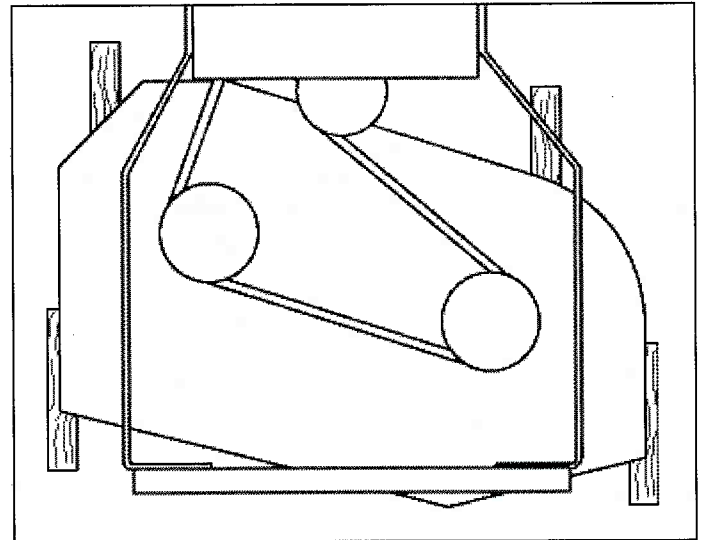

Figure 14. Placement du Bloc de bois de 2 x 4
3. Si la plateforme de la tondeuse se trouve sur le HAUT NIVEAU, placer des blocs de 2 x 4 sous les bords extérieurs de la plateforme de la tondeuse avec les côtés de 3-1/2" verticaux. Placer un intercalaire épais de 3 mm (1/8") sur le dessus des blocs 2 x 4 arrière. Voir la Figure 14.
Si la plateforme de la tondeuse se trouve sur le BAS NIVEAU, placer des blocs de 2 x 4 sous les bords extérieurs de la plateforme de la tondeuse avec les côtés de 1-1/2" verticaux. Placer un intercalaire épais de 3 mm (1/8") sur le dessus des blocs 2 x 4 arrière. Voir la Figure 14.